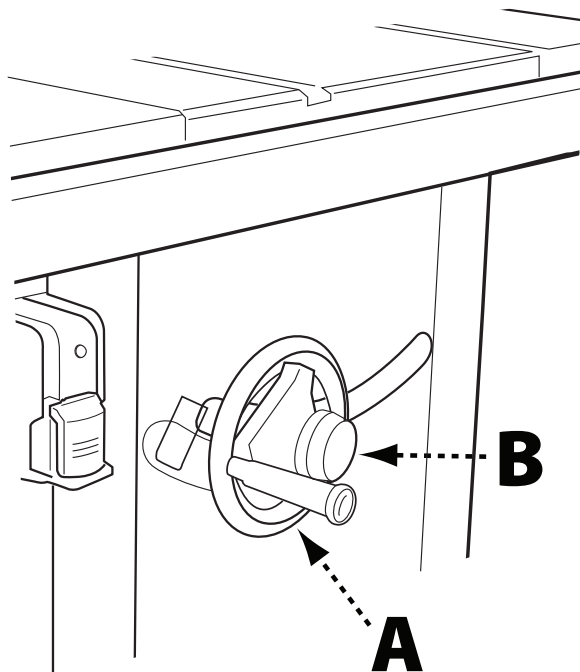

FIGURA 12
Suba o baje la hoja con la rueda manual (A) situada en la parte frontal de la sierra (consulte la Figura 12).
1. Antes de subir o bajar la hoja asegúrese de aflojar la perilla de bloqueo (B) girándola hacia la izquierda.